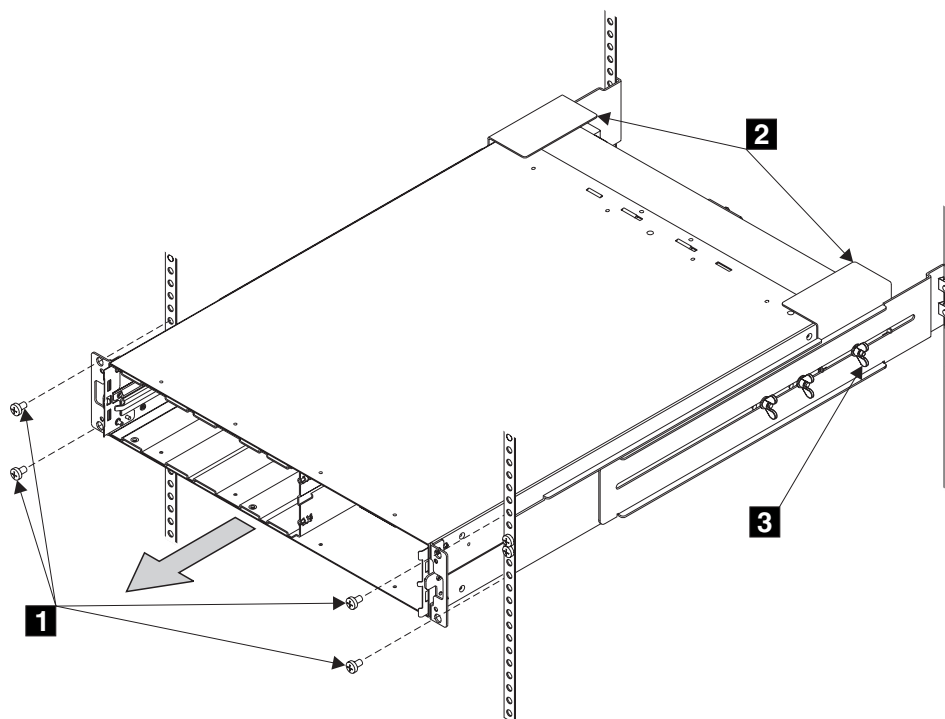

図 291. 2145 無停電電源装置の取り外し
7. 2145 無停電電源装置 の前面から取り付けねじ (図 291 の **1**) を外します。